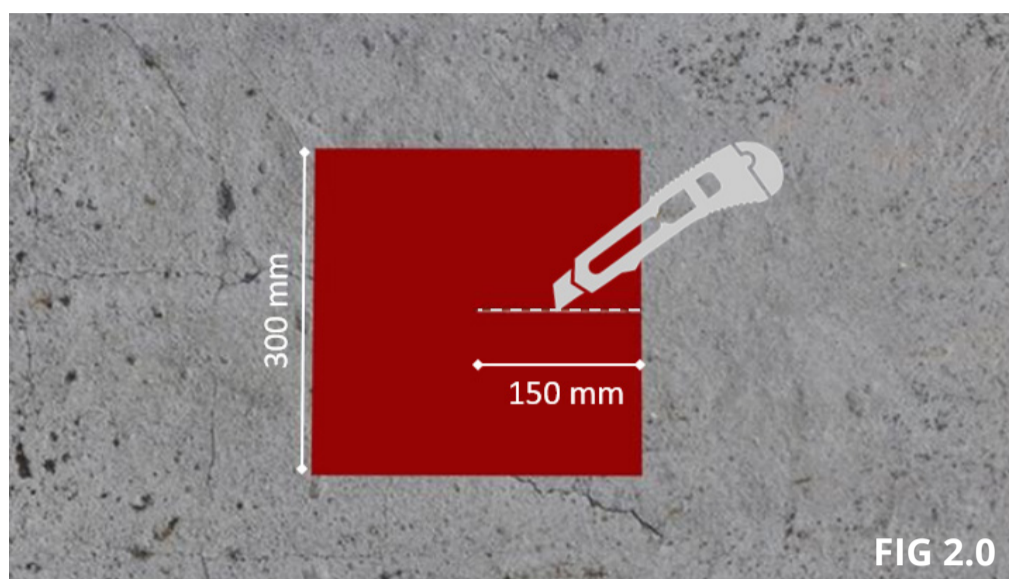

FIG 2.0
- Kapp til en kvadratisk rute i størrelse 300X300 mm. Skjær et 90° kutt på 150 mm sentrert mot midten av kvadraten (Som vist på FIG. 2.0)